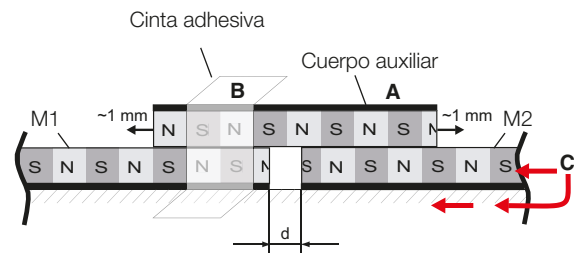

Fig. 4-9: Cuerpo de medición M2 que se coloca debajo del cuerpo auxiliar, d = 4-10 mm
3. Coloque el cuerpo auxiliar al revés sobre el cuerpo de medición M1. Las fuerzas magnéticas del polo opuesto de abajo atraen el cuerpo auxiliar de modo que queda encajado (Fig. 4-9).
4. Introduzca el inicio del segundo cuerpo de medición M2 debajo del cuerpo auxiliar y desplácelo aproximándolo al cuerpo de medición M1 hasta que encaje magnéticamente (Fig. 4-9). Deje una distancia (d) suficiente con respecto a M1, p. ej. 4-10 mm.